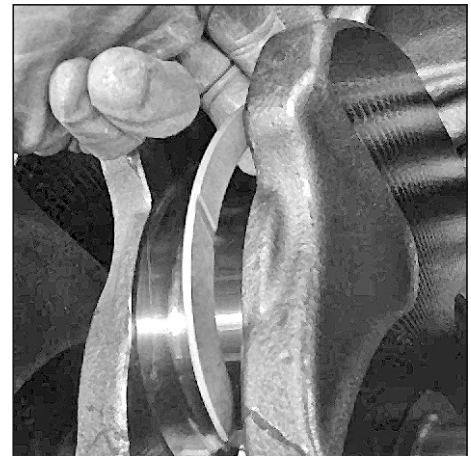

Рис. 103. Установка упорных полуколец.
4. Установить верхние упорные полукольца прорезью к щеке вала коленчатого (см. **Рис. 103**).
7. Установить крышки коренных подшипников вала коленчатого с вкладышами, соблюдая нумерацию. Среднюю крышку установить вместе с полукольцами выпуклой частью к щеке вала коленчатого (см. **Рис. 103**).